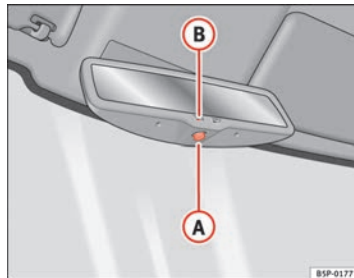

Fig. 88 Retrovisor interior con ajuste automático para posición antideslumbrante.
- Pulse la tecla (A) ⇒ fig. 88. El testigo de control (B) se apaga.
- Pulse la tecla (A) ⇒ fig. 88. El testigo de control se enciende.